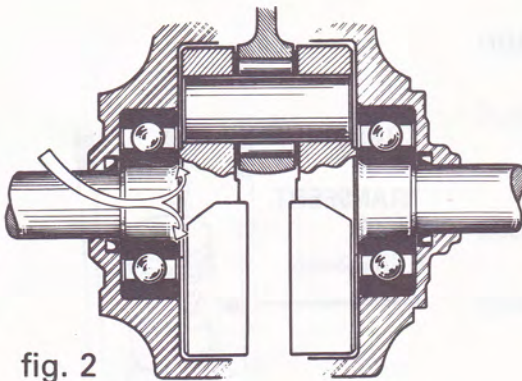

fig. 2
- Engager le roulement sur la soie de vilebrequin, le grand chanfrein côté masse (fig. 2).